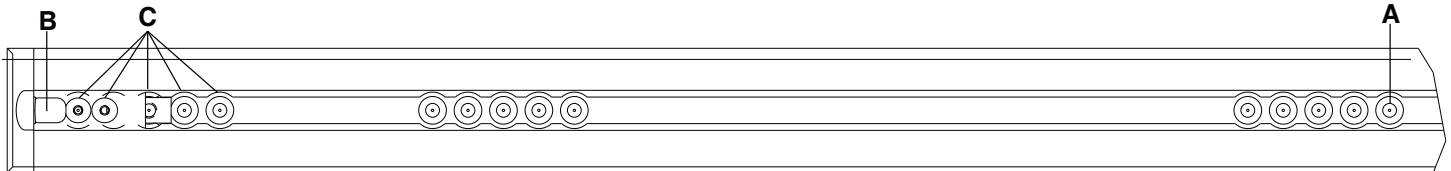

Figure 7 – Emplacement repère de la plaque de plancher – côté pieds
Remarque - Si une plaque de plancher a été préalablement installée sans le câble d'ancrage au véhicule, mesurer 7,6 cm ou 17,8 cm en direction du côté tête à partir de la position repère A (Figure 7). Marquer l'emplacement au milieu du canal. Ce sera l'emplacement de l'entrée électrique. Pour les instructions concernant le raccordement à l'alimentation électrique, se reporter à Installation de la plaque de plancher (6390-009-020).
Remarque - Le crochet de sécurité (B) et les emplacements des trous de montage supplémentaires (C) sont indiqués uniquement à titre de référence (Figure 7). Ils ne sont pas utilisés pour l'installation du **Performance-LOAD**.